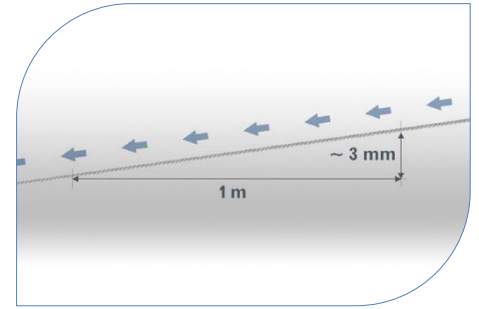

Рис. 12
3.5 У місцях з'єднання двох ринв встановіть з'єднувач (рис. 12)